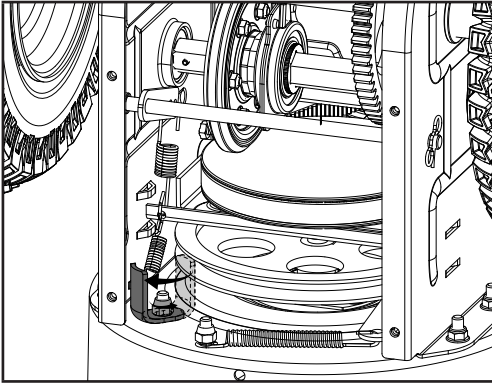

Figure 26A
7. Faites glisser la nouvelle courroie d'entraînement de la tarière dans le compartiment du dessous de la souffleuse, en la plaçant autour de la poulie d'entraînement de la tarière puis en la faisant glisser autour de la poulie avant de la prise de force du moteur. Assurez-vous que la courroie est bien en position entre le protège-courroie inférieur et le dessus de la poulie d'entraînement de la tarière. Il sera peut-être nécessaire de retirer le boulon qui retient le protège-courroie inférieur afin de bien positionner la courroie dans la poulie, de remettre en place le protège-courroie et le boulon après avoir installé la courroie sur la poulie (figure 26A/B).